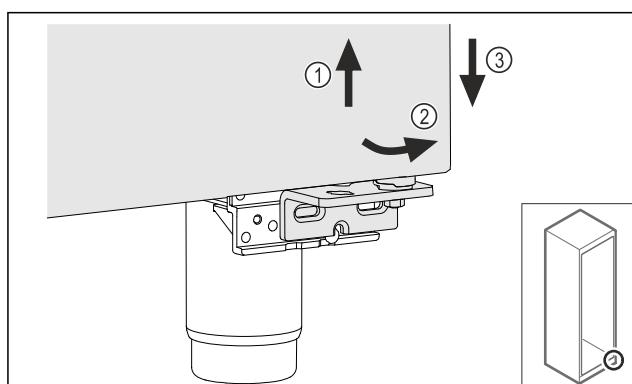

Fig. 11
► Levantar ligeramente la puerta Fig. 11 (1): inclinarla hacia delante por la parte inferior Fig. 11 (2) y bajarla Fig. 11 (3).